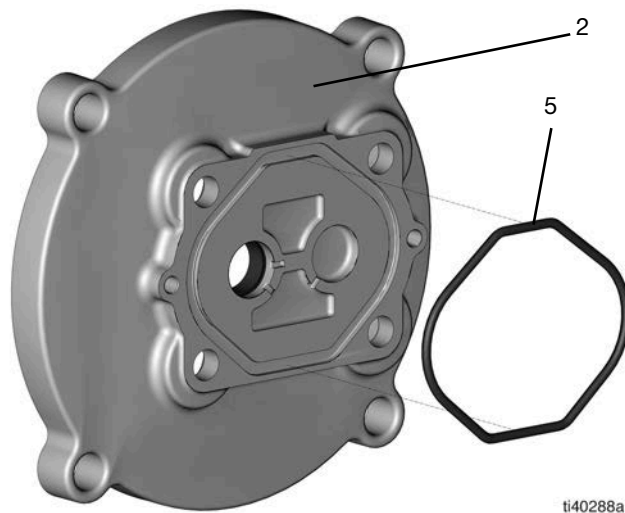

FIG. 28
2. Coloque la junta tórica (5) en la ranura de la cubierta de la placa adaptadora (2) (FIG. 28).